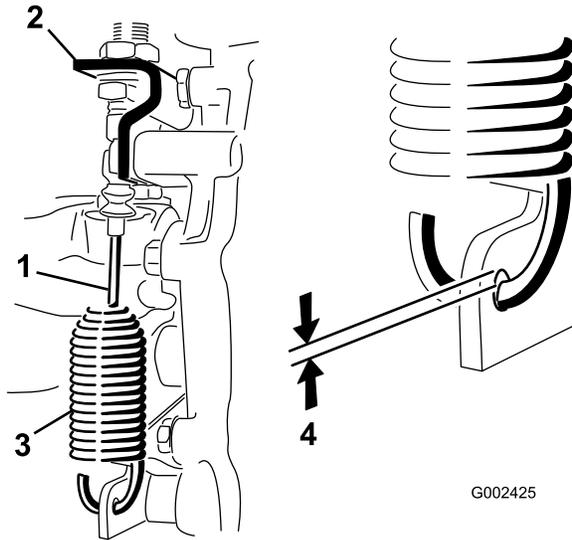

Bild 56
2. Lockern Sie die Klemmmuttern, mit denen der Differentialsperrenzug an der Halterung an der Hinterachse befestigt ist (Bild 56).